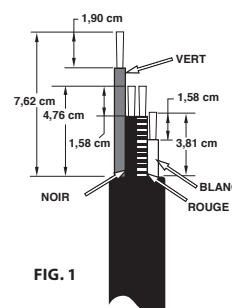

FIG. 1
- Dévider le câble comme illustré à la Fig. 1. S'assurer que le fil vert est le plus long des fils. Ne pas souder les extrémités du fil.